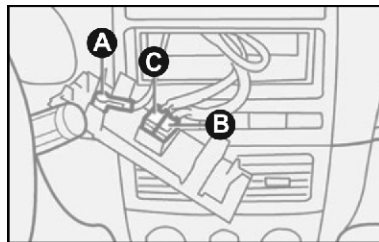

fig. 91
- Cable para la alimentación de la radio **C-fig. 91.**
- Cable para altoparlantes delanteros y traseros **B-fig. 91.**
- Antena y cable para la antena **A-fig. 91.**